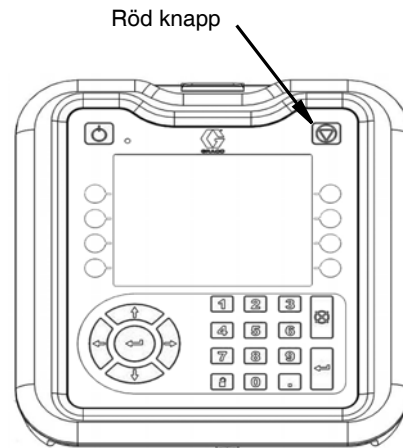

FIG. 19
3. Inaktivera ADM genom att trycka på den övre högra röda knappen. Se FIG. 19.